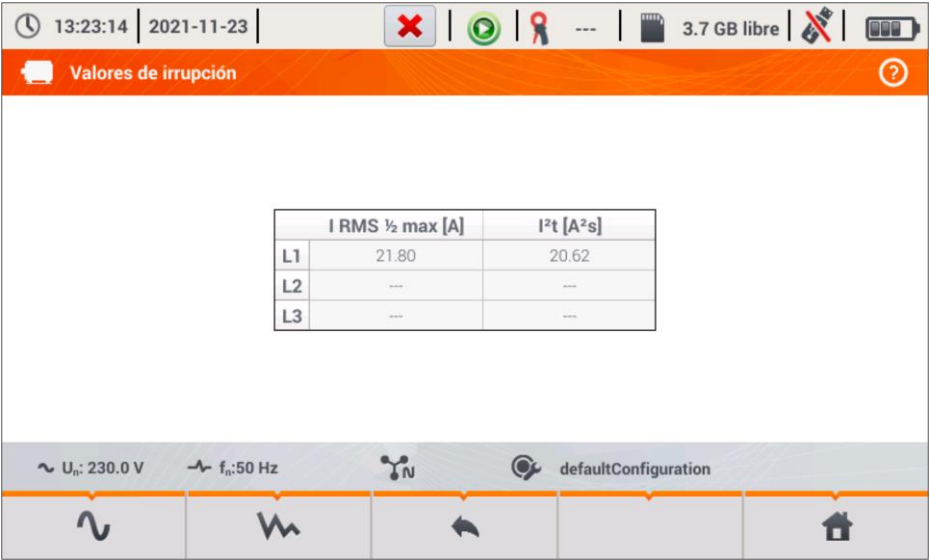

Fig. 44. Corriente de arranque - parámetros característicos.
- vista tabular de los valores típicos de arranque (Fig. 44). En la tabla se muestran los valores máximos $RMS_{1/2}$ y las determinadas integrales de Joule para los canales de corriente medidos.